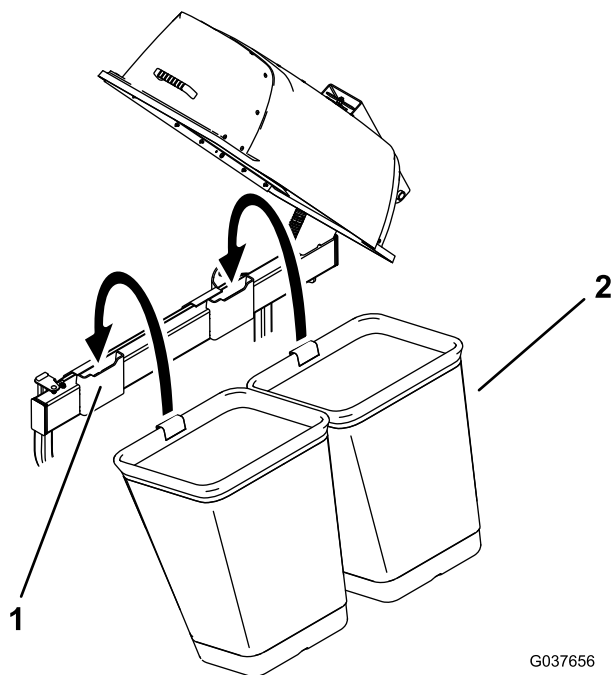

Figura 20
4. Instale las bolsas en los soportes del ensacador (Figura 20).